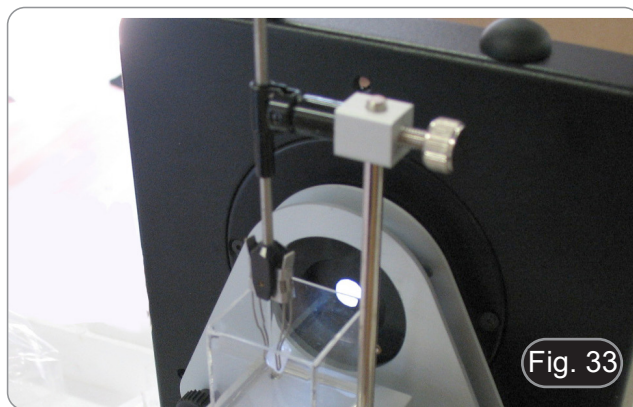

Fig. 33
5. Instalar el clip de joya en la varilla vertical, con el fin de mantener la muestra dentro de la célula de inmersión. (Fig. 33)